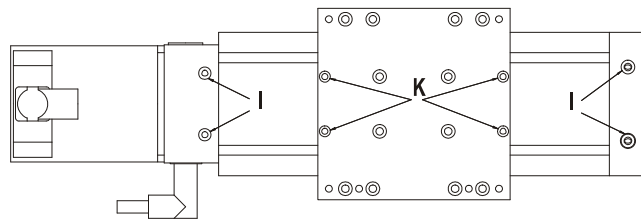
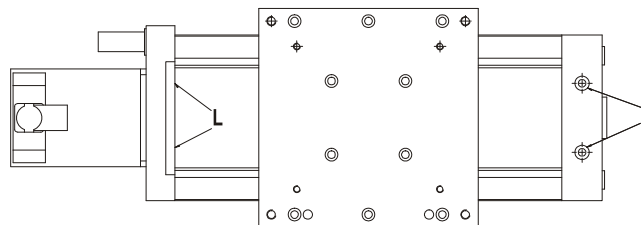

Abbildung 30: Draufsicht Lineareinheit Modul 105 S
Abbildung 31: Draufsicht Lineareinheit Modul 142 S
- Halteplatten und Niederhalter durch Lösen der Befestigungsschrauben (I) und (K) entfernen, (siehe *Abbildung 30, unten*).
- Halteplatten durch Lösen der Befestigungsschrauben (L) entfernen (siehe *Abbildung 31, unten*)
- Halteplatte für Abdeckgurt auf der Endplattenseite entfernen, (siehe *Abbildung 30, Seite 32* bzw. *Abbildung 31, Seite 32*)
- Halteplatte für Abdeckgurt auf der Endplattenseite entfernen (siehe *Abbildung 30, Seite 32* und *Abbildung 31, Seite 32*)
- Abdeckgurt spannen und Halteplatte montieren (siehe *Abbildung 30, Seite 32* bzw. *Abbildung 31, Seite 32*)
- Halteplatte für Abdeckgurt auf der Endplattenseite entfernen (siehe *Abbildung 30, Seite 32* bzw. *Abbildung 31, Seite 32*)
(*Abbildung 30, Seite 32* bzw. *Abbildung 31, Seite 32*)